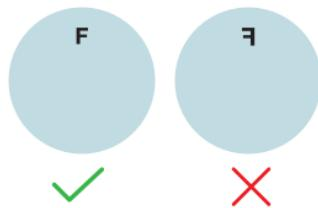

Fig 1. Orientamento dell'impianto EndoArt®
17. Prima dell'inserimento, assicurarsi che l'impianto sia nella direzione corretta: sulla superficie periferica di EndoArt® è presente il carattere "(F)" che deve apparire correttamente (Fig. 1); in caso contrario, è necessario capovolgere l'impianto.